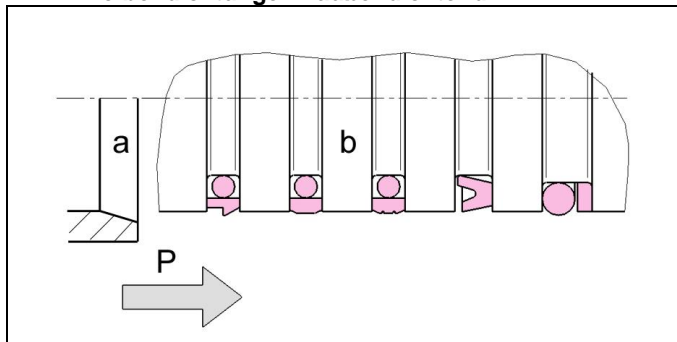

Abb. 2: Kolbendichtungen mit Druckrichtung
- **Achtung:** Bei einfach wirkenden Anwendungen auf richtige Lage der Dichtlippe zur Druckseite achten (siehe Abb.2).
**Achtung:** Bei einfach wirkenden Anwendungen auf richtige Lage der Dichtlippe zur Druckseite achten (siehe Abb.2). Die Dichtung gleichmäßig am Umfang aufschieben.